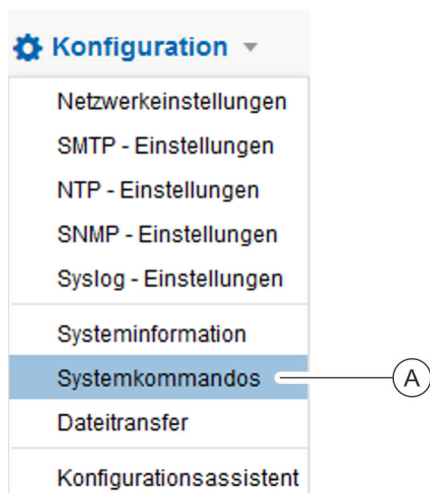

Abb. 182: Systemkommandos aufrufen
2. ➤ Über „*Konfiguration* ➔ *Systemkommandos*“ das Fenster „Systemkommandos“ aufrufen (Abb. 182/Ⓐ).